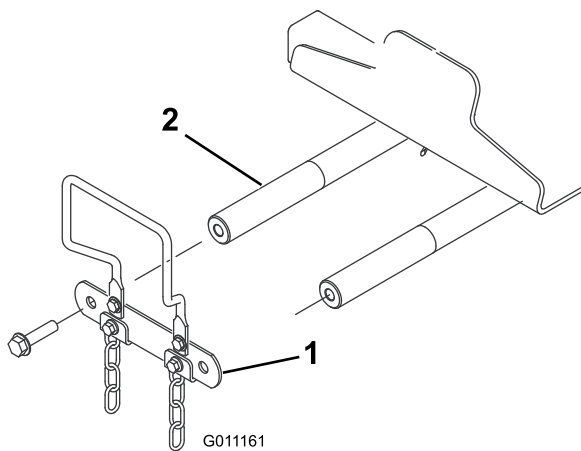

図 13
1. 昇降アームのピボットシャフトリンクとピボットシャフトを分離キャップスクリュー2個を外し、取り外したリンクとキャップスクリューは保管する 図 13。